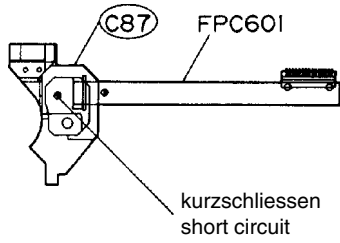

Fig. 4
- **Wichtig: Vor dem Ausbau der Pick-Up-Einheit müssen die beiden Lötstellen auf der Pick-Up-Einheit kurzgeschlossen werden! (Fig. 4)**
- Steckverbindung **FPC601** lösen (Fig. 4) und CD-Leiterplatte **PCB3** herausnehmen.
- **Important: Before removing the Pick Up Unit the two solder tags on the Pick Up Unit must be connected (Fig. 4).**
- Unplug the connector **FPC601** (Fig. 4) and take out the CD Board **PCB3**.